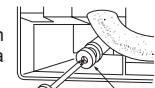

Figure 3
- Placez le bouchon de vidange sur la section sur laquelle le tuyau de vidange doit être fixé à l'arrière de l'unité interne. (Figure 3)